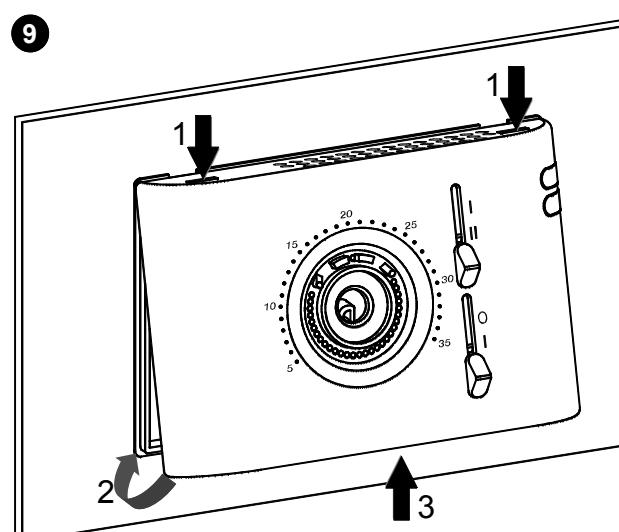

Fig. 10 - Abb. 10
- ❾ Refermer le thermostat en effectuant les opérations suivantes :
- Tourner la calotte en faisant en sorte que les glissières coïncident avec leurs commutateurs respectifs et pousser la languette en plastique située sur la partie inférieure de la base vers le bas (la languette est indiquée par une flèche sur la Fig. 10) ; exercer une pression jusqu'au déclenchement de la languette de fixation en plastique à l'intérieur de l'orifice sur le côté inférieur de la calotte. Vérifier ensuite que les glissières coulissent correctement.
- ❿ Positionner le bouton rotatif sur 20°C et l'insérer sur la calotte.
- ❾ Richiudere il termostato eseguendo le seguenti operazioni:
- Ruotare la calotta facendo in modo che gli slider coincidano con i relativi commutatori e spingere verso l'interno la linguetta plastica posta sulla parte inferiore della base (indicata dalla freccia in Fig. 10) ed esercitare una pressione che faccia scattare la linguetta plastica di fissaggio all'interno del foro sul lato inferiore della calotta. Quindi verificare la corretta corsa degli slider.
- ❿ Posizionare la manopola su 20°C ed inserirla sulla calotta.